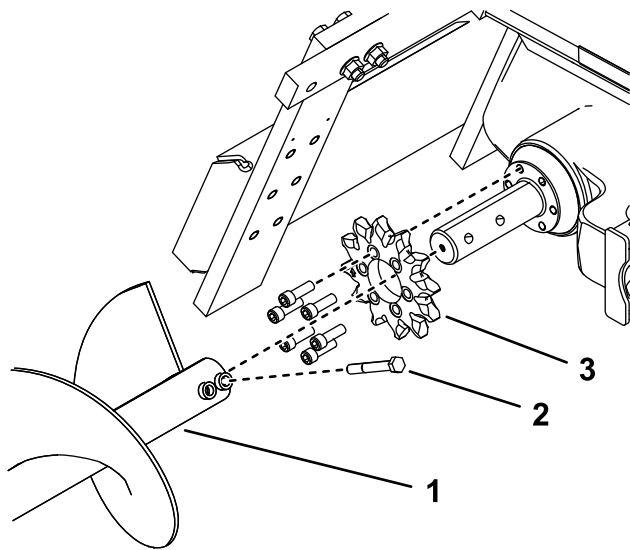

Figure 15
4. Enlevez la tarière de déblayage (Figure 15).
9. Enlevez les 6 boulons de fixation du pignon d'entraînement (Figure 15).
10. Déposez le pignon d'entraînement et mettez-le au rebut (Figure 15).
12. Placez le pignon de remplacement sur l'axe comme montré à la (Figure 15).
13. Vissez les 6 boulons de fixation dans le pignon d'entraînement à la main (Figure 15).